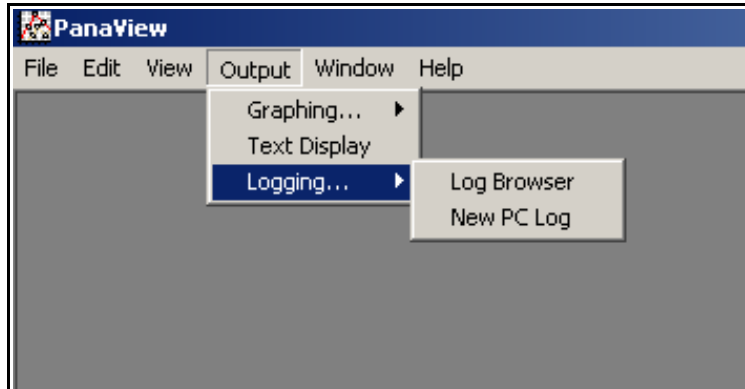

Рис. 24: Функция *Log Browser* в опции *Logging*
1. В программе PanaView нажмите опцию *Logging* (Запись показаний приборов) в меню *Output* (Выход). Затем нажмите опцию *Log Browser* (Браузер журнала), как показано на *Рис. 24* внизу.